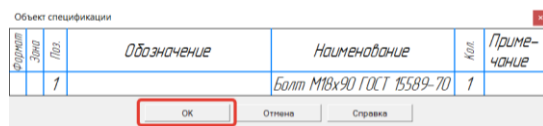

Рисунок 330 - Объект спецификации
- Укажем поверхность вилки (1), которая должна быть совмещена с поверхностью стандартного изделия;
- Укажем соосную цилиндрическую поверхность отверстия вилки (2), которая должна быть соосна с цилиндрической поверхностью стандартного изделия;
- Откроется окно редактирования объекта спецификации. Если все данные верны, нажмем кнопку ОК (Рисунок 330);